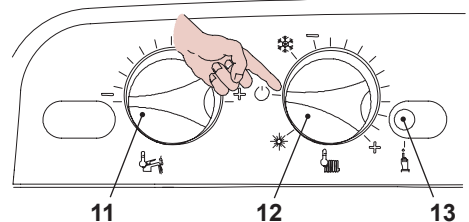

Рисунок 7.12
- Выключите котел, установив выключатель 12 в положение "⏻" Рисунок 7.12.